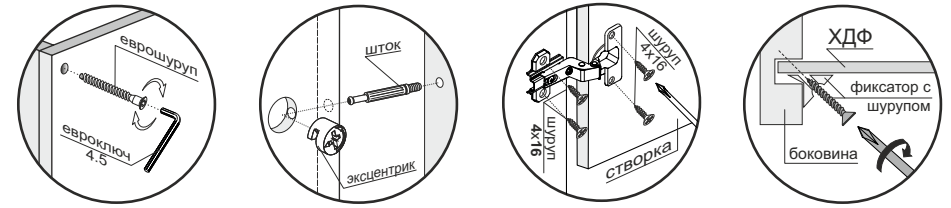

Рис.1
1. Соединить левую боковину (1) со стяжками (6) с помощью эксцентриков (рис.1).
2. К собранной части изделия монтировать нижнюю крышу (3), левую боковину (2) и заднюю стенку (13), используя еврошурупы (рис.1).
3. Верхнюю крышу (3) соединить с левой боковиной (1) и задней стенкой (13) эксцентриками, а с левой боковиной (2) еврошурупами (рис.1).
5. Соединить правую боковину (1), стяжки (7,8) и заднюю стенку (14) эксцентриками (рис.1).
6. К собранной части изделия монтировать нижнюю крышу (4) и правую боковину (2), используя еврошурупы (1) (рис.1).
7. Верхнюю крышу (4) соединить с правой боковиной (1) эксцентриками, а с правой боковиной (2) еврошурупами (1) (рис.1).
9. Соединить боковины (2) со стяжками (9), используя эксцентрики (рис.1).
10. Вставить ХДФ (15) в пропилы боковин (2). Установить на боковины (2) крышу (5), используя эксцентрики. Замерить диагонали секции (они должны быть равны: +/- 2 мм), затем закрепить ХДФ (15) с помощью фиксаторов с шурупами и прибить гвоздями 2x20 к нижней стяжке (9) (рис.1).
11. Установить изделие на постоянное место. В зависимости от расположения створок (16,17,18) (правое или левое), досверлить необходимые отверстия Ø5 мм под ручки. Оставшиеся технические отверстия заглушить мебельными заглушками d5 (рис.1).
12. **Только после окончательной сборки изделия** навесить створки (16,17,18) на короб, используя петли и шурупы 4x16 (рис.1). Отрегулировать петли.
13. К створкам (16,17,18) прикрутить ручки винтами М4x22 (рис.1).